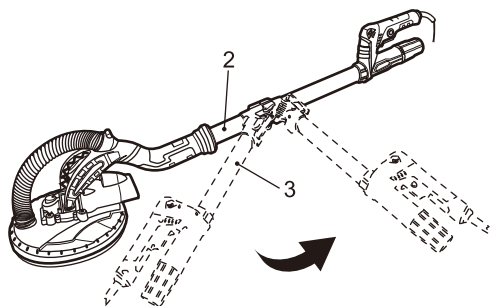

Fig. 1
- > Despliegue totalmente el tubo superior (3) en dirección contraria al tubo inferior (2) (Fig. 1).